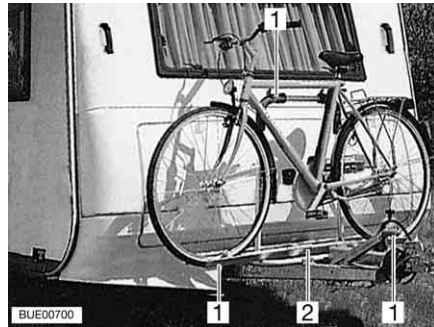

Bild 12 Fahrradträger am Bug
- Fahrräder auf den Fahrradträger (Bild 12,2) aufsetzen und mit Quick-Riemen (Bild 12,1) verzurren.